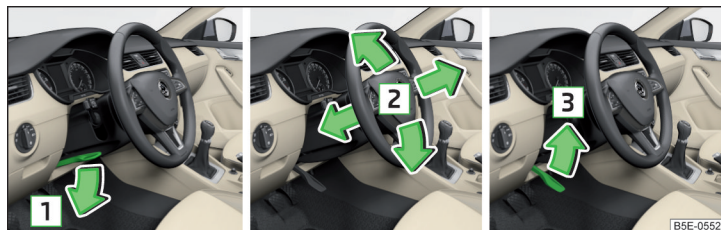

Fig. 3 Ajustar la posición del volante
- Gire la palanca de seguridad debajo del volante en la dirección de la flecha **1** » fig. 3.